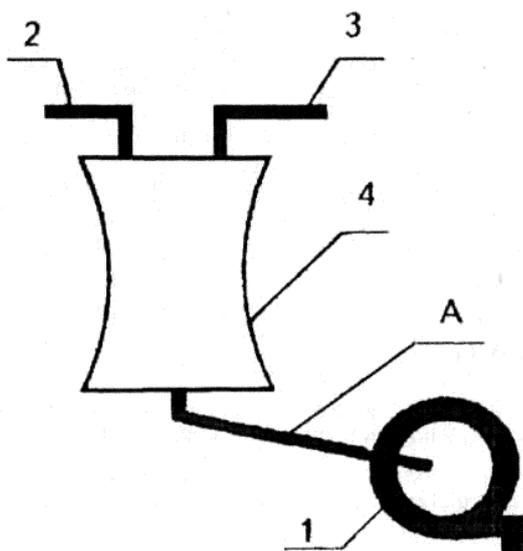
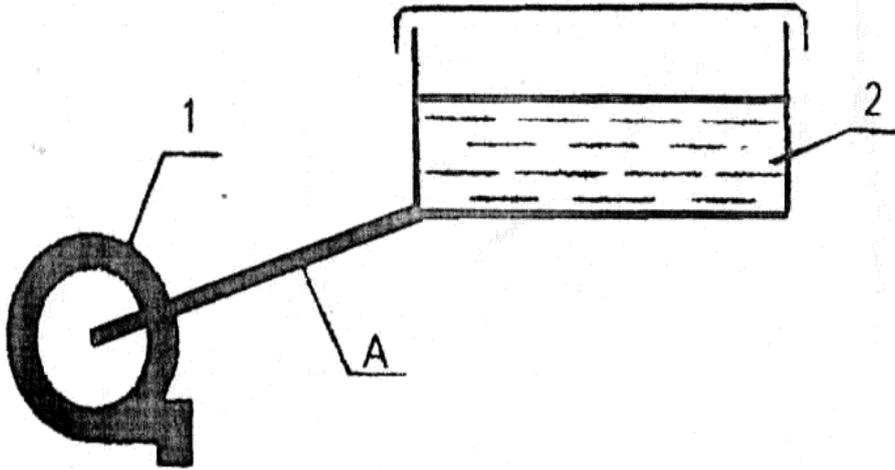

Рис. 5. Схема установки насоса для откачивания жидкости из вакуумированной емкости.
Рис. 6. Схема установки насоса для перекачивания жидкости из емкости, находящейся под атмосферным давлением
3.4 Насос обеспечивает откачивание молока из вакуумированной молочной системы доильной установки (см. рис. 5) и открытой емкости (см.рис. 6).
Центр оси насоса должен находиться на одном уровне или ниже центра сливного патрубка емкости, из которой происходит откачивание жидкости. Схемы установки насоса показаны на рис. 5 и 6.